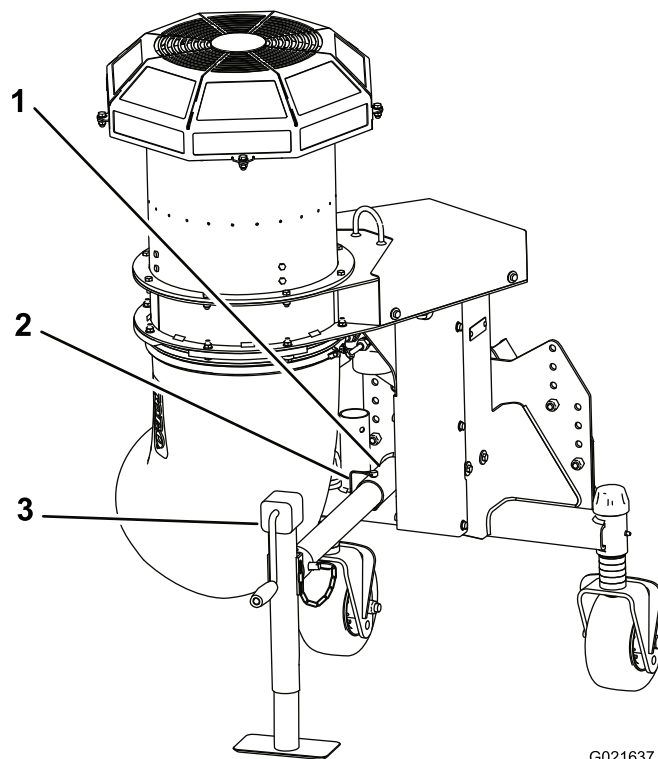

Figura 8
8. Inserite il tubo del cavalletto metallico nel tubo del telaio, allineate i fori e fissatelo in posizione con il perno di ritenuta (Figura 8).